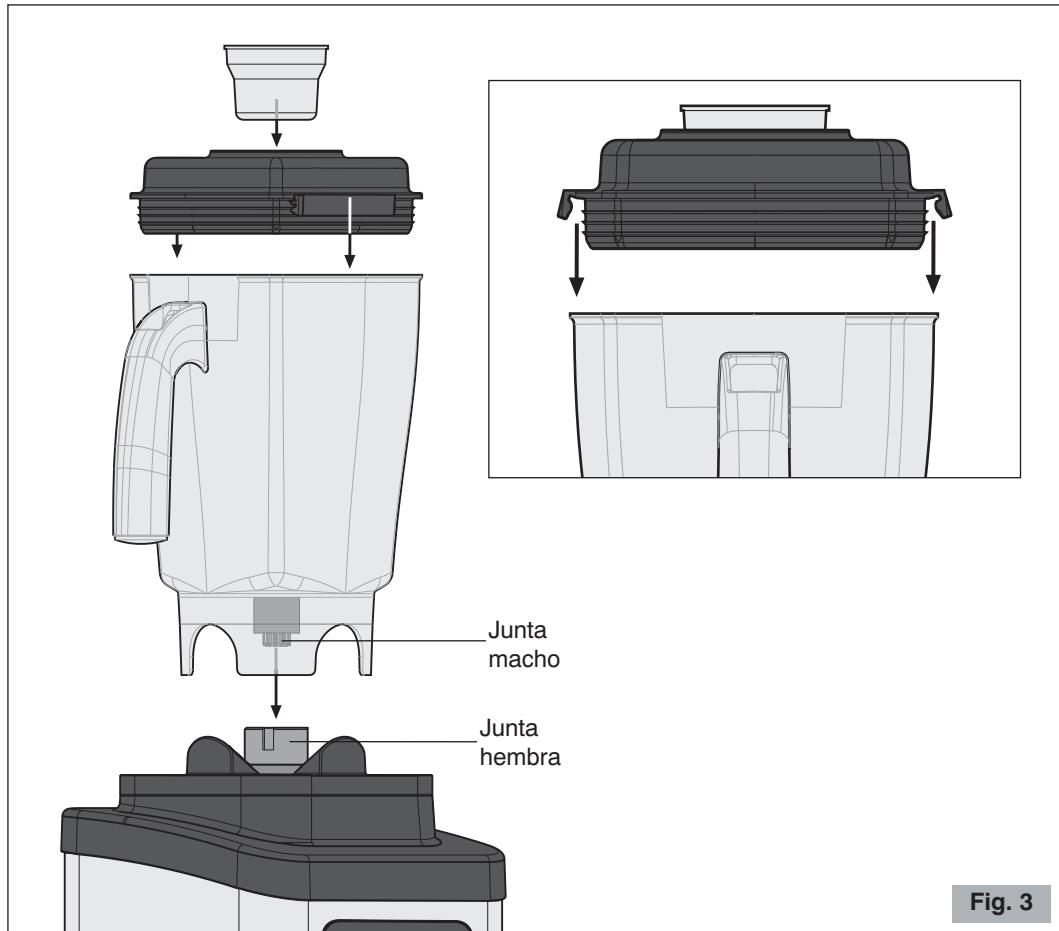

Fig. 3
- 3** Introducir la tapa en el contenedor presionando sobre los ganchos de cierre (véase Fig. 3).